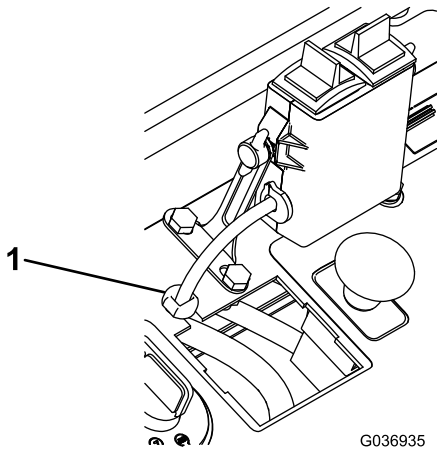

Bild 4
5. Befestigen Sie den Zugentlastungsstopfen am Steuerkabel mit einem Abstand von ca. 7 cm zum Steuergerät (**Bild 4**).
6. Führen Sie das Steuerkabel durch die Öffnung für den Betriebsstundenzähler und schieben Sie die Zugentlastungsstopfen in die im Schritt 2 erstellte Öffnung (Bild 4).